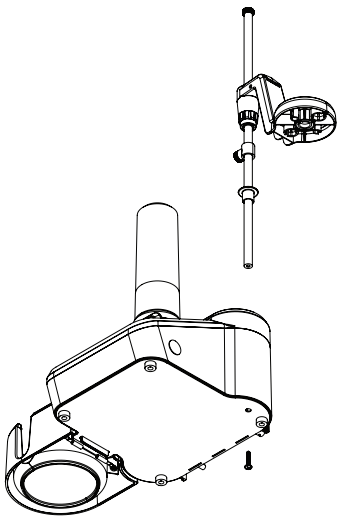

图 3. 固定装置位置，用于拧紧 电极架轴
2. 倾斜滴定仪并拧紧提供的固定装置而将电极架轴固定到滴定仪。固定装置是一个可通过滴定仪底部上的孔触及的螺丝。为此安装，滴定仪配备了一个 Torx T20 螺丝刀。参阅图 3。